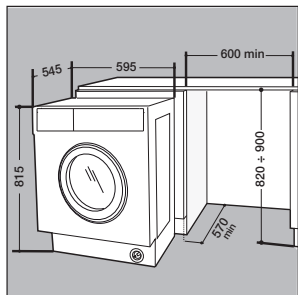

Fig. 6
- Poussez la machine à travers l'ouverture en l'alignant aux autres meubles (fig. 6).